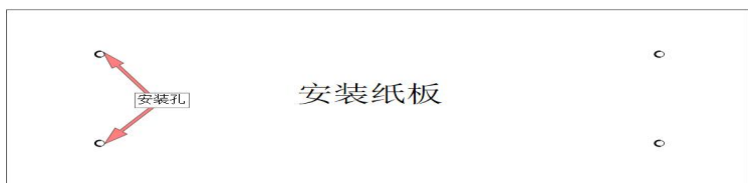

图 4
- 3、将安装板粘贴在指定区域的天花板上，并根据安装纸板上的 4 个安装孔，用记号笔依次记好位置，如图 4 所示。